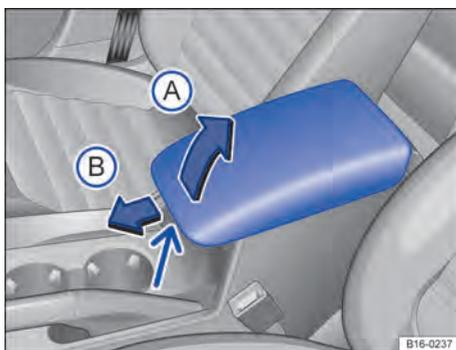

Fig. 60 Descansa-braço central dianteiro.
Para *levantar*: pressionar o botão de destravamento dianteiro no descansa-braço central (seta) e puxar o descansa-braço central gradativamente para cima no sentido da seta → Fig. 60 (A).